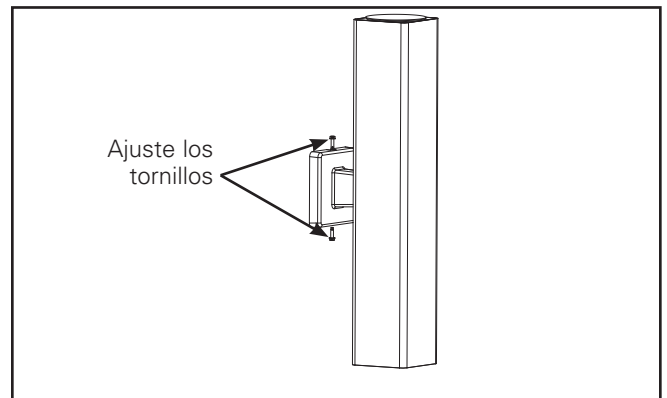

Figura 3.
3. Monte el conjunto de la carcasa del cilindro a la pared apretando los tornillos en la parte superior e inferior de la base del brazo a 17 IN / LBS para acoplar la placa de montaje (Figura 3).